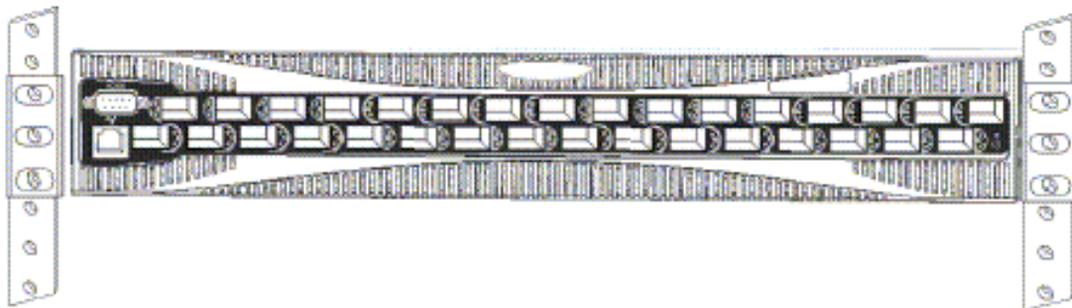

図 3-1 L 型留め具より 0.5U 分上に取り付けられた 1.5U スイッチ
2. 内部スライドレールを 3900 スイッチのシャーシに取り付ける前に、スイッチのキャビネットでの垂直方向の位置を決定します (図 3-1 を参照)。